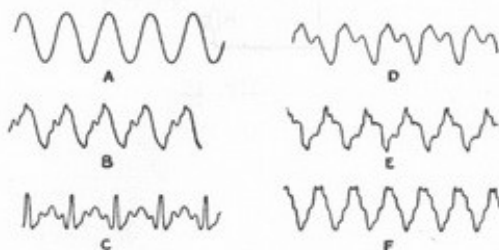
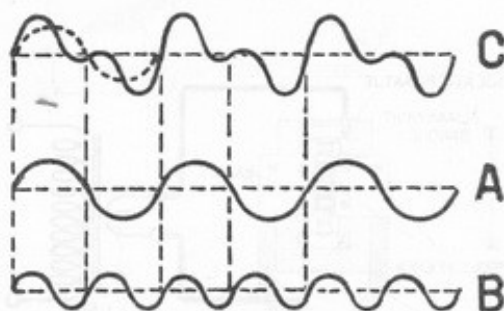

fig. 11
fig. 12
Grafisch uitgedrukt zijn het echter zelden zuivere sinusvormige trillingen, maar vaak grillig slingerende lijnen (fig. 11). Gaat men deze echter ontleden, d.w.z. uit elkaar plukken, dan blijkt zo'n grillige lijn toch weer uit zuivere sinuslijnen van verschillende frequentie te zijn samengesteld, zoals in fig. 12 aanschouwelijk wordt voorgesteld. In fig. 11 bevatten de krommen B, C, D, E en F niet alleen de zuiver sinusvormige grondtoon (A) maar tevens verschillende harmonischen, die aan elk instrument zijn specifieke klankkleur verlenen. Wanneer we later de grammofontechniek zullen bezien, komen we meteen een mooie manier tegen om die trillingen te tekenen.